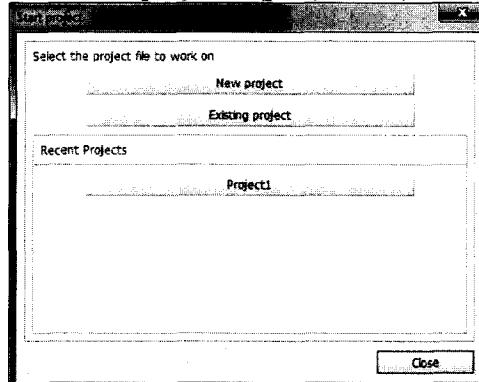

Рисунок 7
8.2.1.2 В диалоговом окне «Start project» (рисунок 7) нажать кнопку «New project».